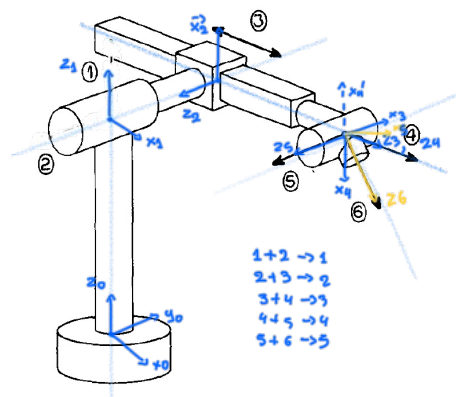

Figure 3: Manipulateur Stanford
3. Déterminez les paramètres Denavit-Hartenberg modifiés (Craig) du robot Stanford manipulator de Figure 3.